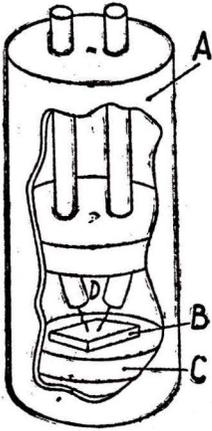

Figure 1
Cet appareil (fig. 1) appelé détecteur Geiger, se compose d'un tube de verre contenant sept petits cylindres formant
Comme l'indique la figure 1, à l'intérieur d'un cylindre de métal (A) est disposé un cristal de germanium (B), soudé à un disque métallique (C) faisant corps avec le cylindre ; deux fils fins de tungstène (D) appuient sur la face supérieure du germanium ; ces pointes sont écartées l'une de l'autre de l'ordre de 0,05 millimètre.